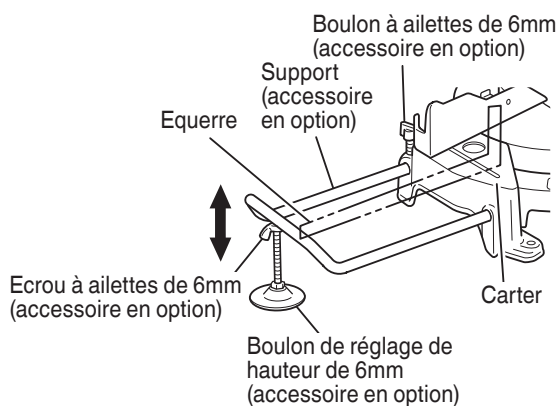

Fig.10
- (1) Comme indiqué à la Fig. 10, utiliser une équerre en acier pour aligner le bord supérieur des supports sur la surface du socle. Desserrer l'écrou à ailettes de 6mm. Tourner un boulon de réglage de hauteur de 6mm, et régler la hauteur du support.
- (2) Après le réglage, serrer à fond l'écrou à ailettes et fixer le support avec le boulon à ailettes de 6mm (accessoire en option). Si la longueur du boulon de réglage de la hauteur de 6mm est insuffisante, insérer une plaque mince dessous. S'assurer que l'extrémité du boulon de réglage de la hauteur de 6mm ne dépasse pas du support.